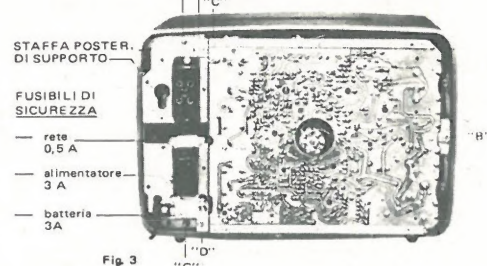

Fig. 3
- Lo schienale è fissato con le 4 viti "A" (fig. 2). Tolto lo schienale l'apparecchio si presenta come nella fig. 3, dove sono indicati i 3 fusibili di sicurezza.
- 1 - Dissaldare la massa "C" (fig. 3) e dal gruppo RF i collegamenti con le prese delle antenne.
- 4 - Togliere le 2 viti "D" (fig. 3).
- Il trasformatore di alimentazione è montato sulla staffa posteriore di supporto (fig. 3) all'interno del televisore. Per accedervi è necessario rimuovere prima il telaio, quindi la staffa con il trasformatore fissata con le 2 viti "G" ed eventualmente, per una completa separazione dell'insieme, staccare i vari collegamenti.